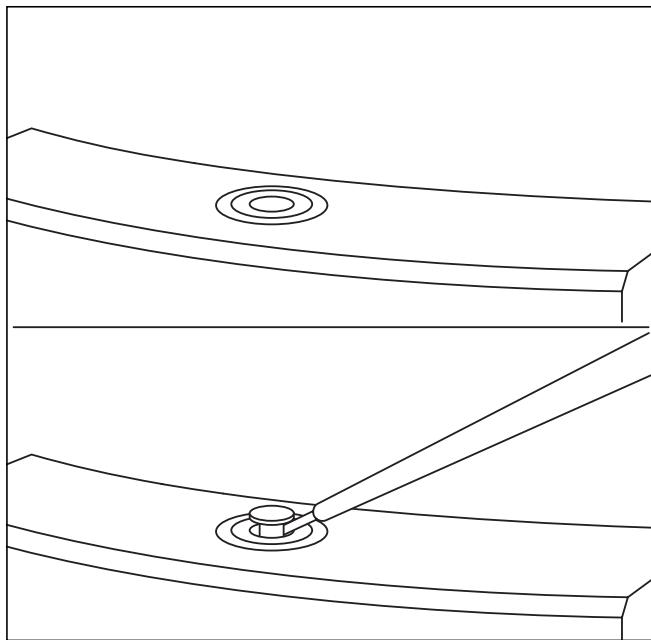

Fig. 7.7 Rimozione del cappuccio
- Per togliere la scatola elettrica, sbloccare il cappuccio nero (vedere fig. 7.7) con un cacciavite ed estrarlo.